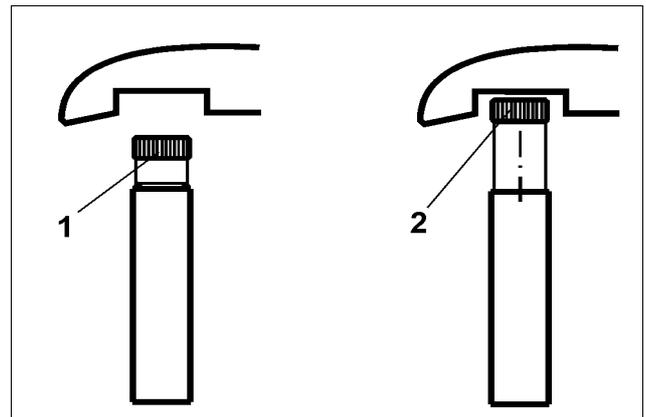

Fig. 60
- In Position "Särad ein" ist die Rändelschraube (Fig. 60/1) bis zum Anschlag eingeschraubt.
- In Position "Särad aus" ist die Rändelschraube (Fig. 60/2) bis zum Anschlag herausgedreht.